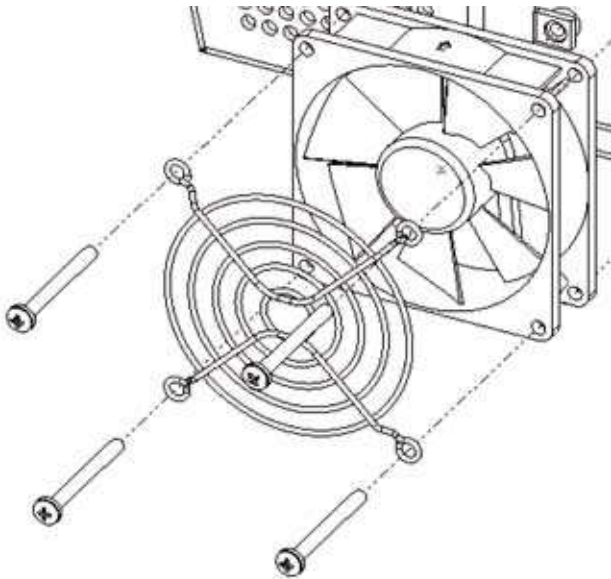

Bild 32: Lüfterabdeckung entnehmen
- » Lüfter lässt sich zusammen mit Abdeckung entnehmen (siehe Bild 32). Reinigen Sie den Lüfter mit einer weichen Bürste, oder einem feuchten Tuch.